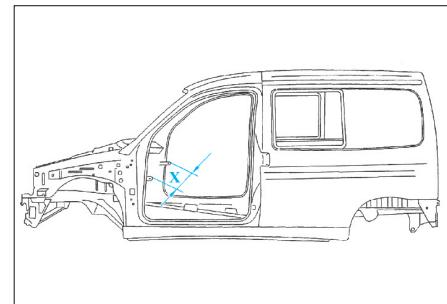

FIG. 53
- Contrôler l'écartement ($x = 1405$ mm) (Fig.53).